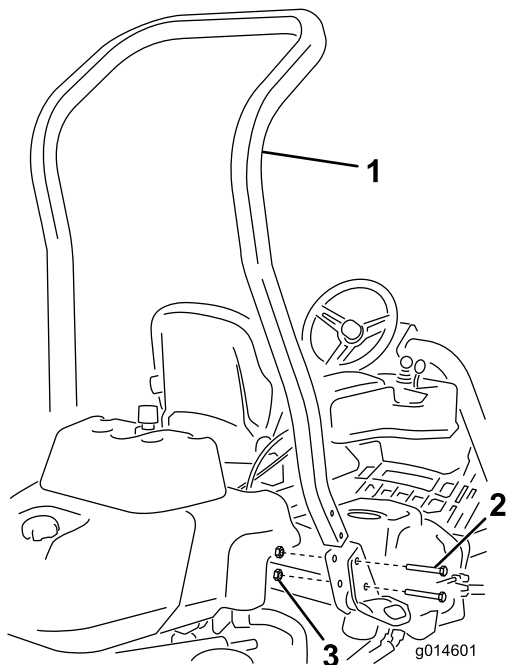

図 3
3. 機体の左右にあるポケットに ROPS を差し込み、ボルト $\frac{1}{2}$ " x $3\frac{3}{4}$ "4本とフランジナット4本 $\frac{1}{2}$ "で固定する図 3。。